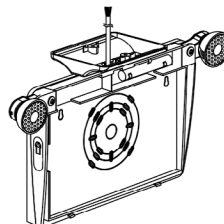

Fig. 9
- Faire passer les fils à travers le pavillon (canopée), puis fixer le pavillon à la plaque de montage de la boîte de jonction à l'aide de vis (Fig. 9).